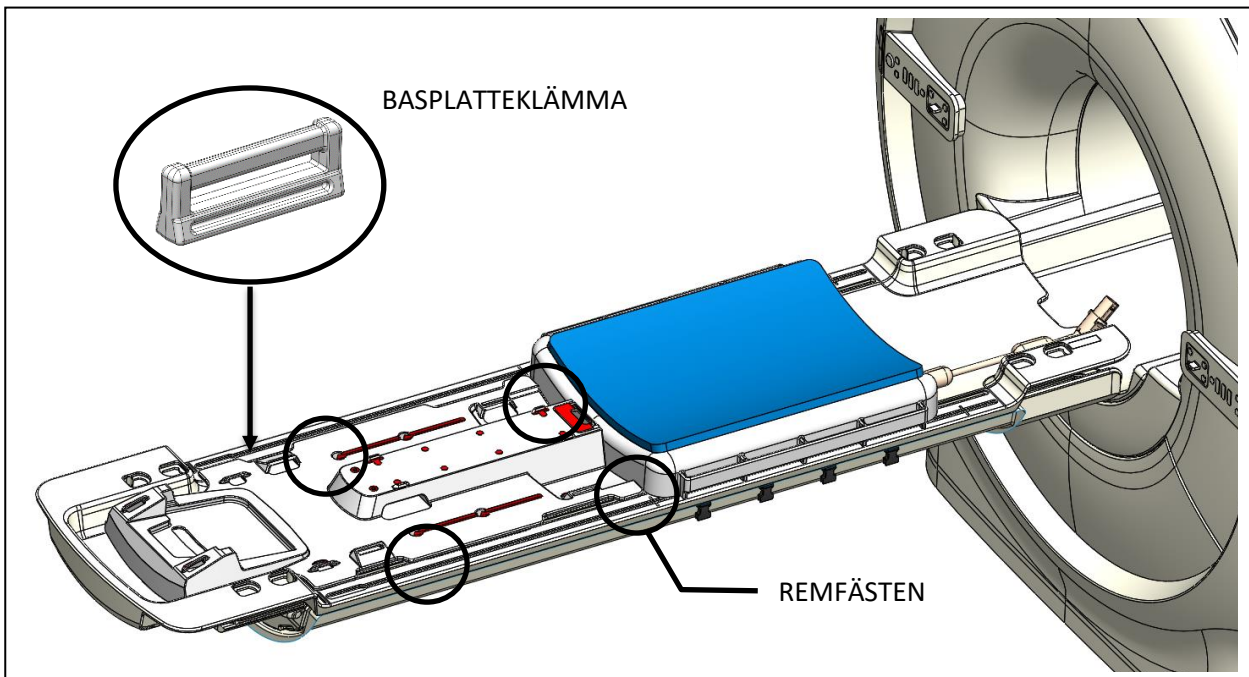

Bild 5: Införing av basplatteklämma
2. Sätt i fyra basplatteklämmor i de yttre skårorna på MR-britsen, två på varje sida, och skjut nedåt så att de är i linje med remfästena på basplattan. Alla klämmor och remmar medföljer tillbehörssatsen till basplattan (*Bild 5*).